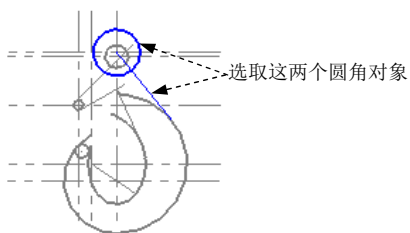

图 3.17.33 定义倒圆角对象
(1) 定义绘图图层。在状态栏的 **层别** 按钮后的文本框中输入值 2，并按 Enter 键确认。
(2) 定义绘图线型。在 下拉列表中选择第二个选项 .
(3) 选择命令。选择下拉菜单 **绘图(C)** → **圆角(F)** → **倒圆角(E)...** 命令，系统弹出“圆角”工具栏。
(4) 设置倒圆角参数。在“圆角”工具栏的 文本框中输入值 28，按 Enter 键确认；单击 按钮使其处于按下状态。
(5) 定义倒圆角对象。选取图 3.17.33 所示的圆弧和直线为倒圆角对象，此时在绘图区